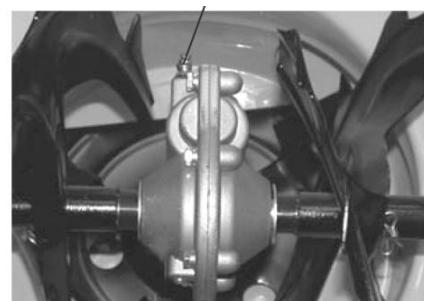

Рис. 12
- Выкрутите штуцер (47) (См. Рис.12), и используя шприцеватель (в комплект не входит) закачайте около 100 г густой смазки в редуктор.